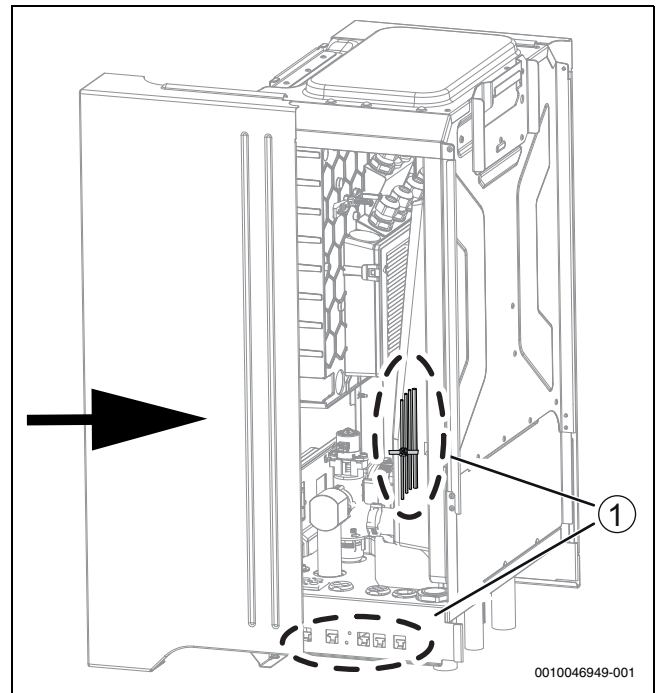

Bild 35 Schieben Sie die Seitenabdeckung an ihren Platz
- Achten Sie darauf, dass keine Kabel zwischen der Seitenabdeckung und dem Aufbau eingeklemmt werden (→Abbildung 35 [1]).